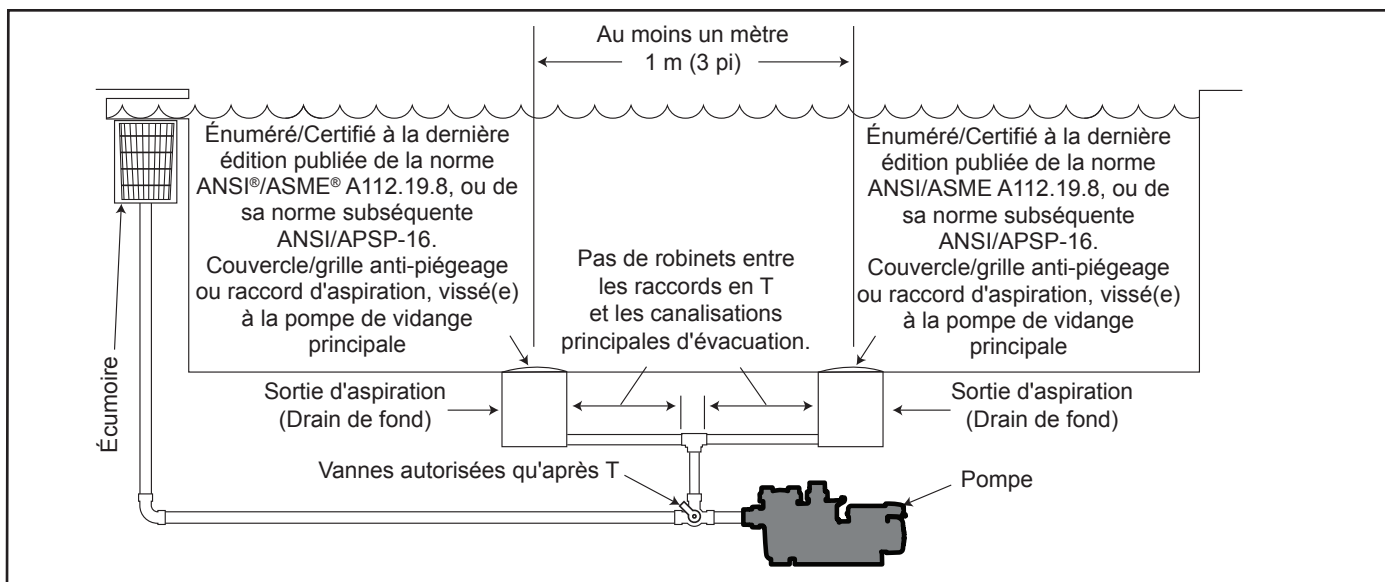

Figure 1. Nombre de sorties d'aspiration par pompe
Nombre de bouches d'aspiration par pompe - Fournir au moins deux (2) bouches d'aspiration hydrauliquement équilibrées, avec couvercles, en guise de bouches d'aspiration pour chaque conduite d'aspiration de pompe de circulation. Les centres des bouches d'aspiration sur toute conduite d'aspiration doivent être à au moins un (1) mètre (3 pi) l'une de l'autre, de centre en centre. Voir Figure 1.
Le système doit être conçu pour comprendre au moins deux bouches d'aspiration (drains) connectées à la pompe chaque fois que la pompe fonctionne. Cependant, si deux (2) bouches d'aspiration aboutissent à une seule conduite d'aspiration, cette dernière peut être équipée d'un robinet qui coupera les deux bouches d'aspiration de la pompe. Le système doit être conçu de manière à ne pas permettre une fermeture ou un isolement distinct ou indépendant de chaque drain. Voir la Figure 1.